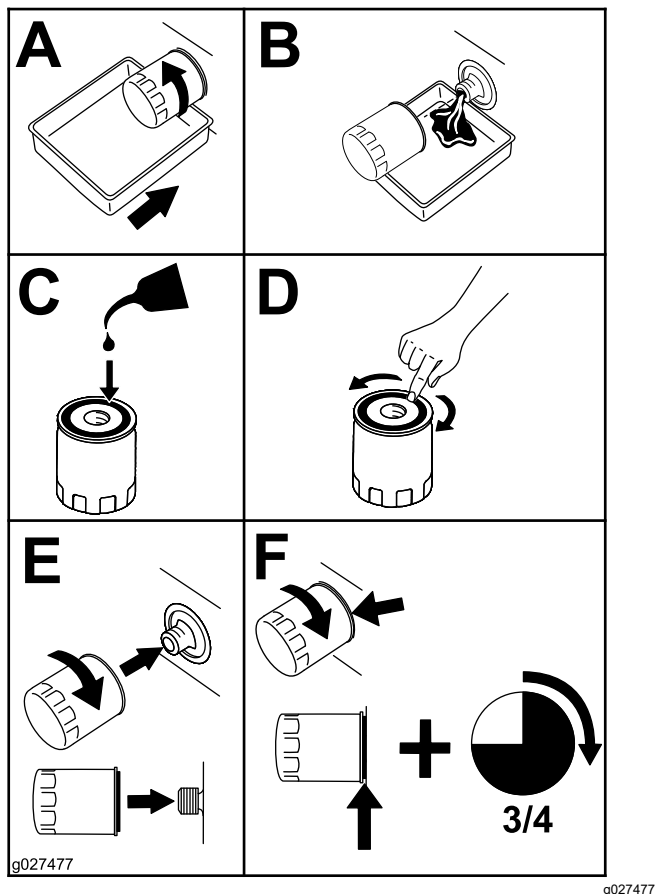

Figura 43
2. Înlocuiește filtrul de ulei de motor (Figura 43).